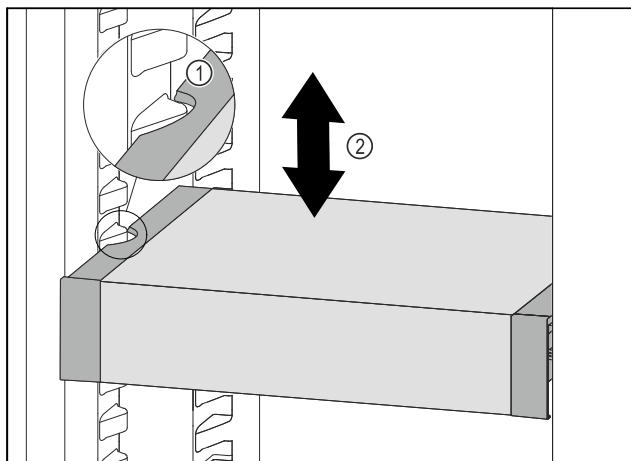

Fig. 113
- Изтеглете VarioSafe напред, докато страничните прорези на VarioSafe се намират на височината на ребро на съда в хладилната част. Fig. 113 (1)
- Преместете VarioSafe нагоре или надолу в хладилната част, докато се достигне желаната височина. Fig. 113 (2)